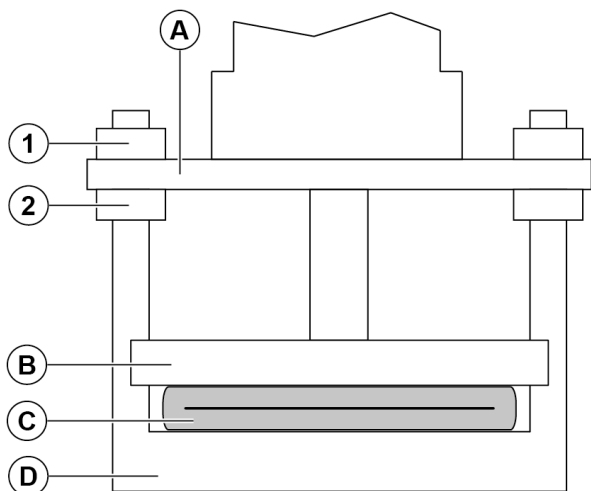
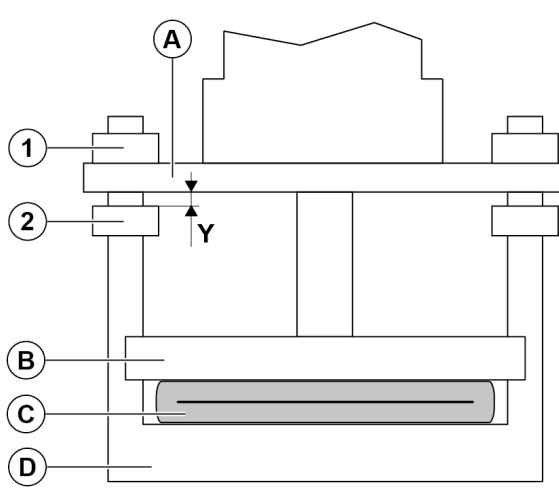

Figure 17.
Figure 18.
2. Ajustez les barres de pincement parallèles entre elles avec les écrous, de chaque côté de la plaque de fixation d'actionneur (*Figure 17*, écrous 1 et 2). À une extrémité du manchon, une bande lumineuse étroite et uniforme devrait être visible sur toute la section serrée du manchon ou symétriquement des deux côtés (*Figure 17* et *Figure 18*, dimension X).
Si la vanne est actionnée avec une roue manuelle, il suffit de vérifier que les barres de pincement sont parallèles et que la fente lumineuse est visible (*Figure 17* et *Figure 18*, dimension X).